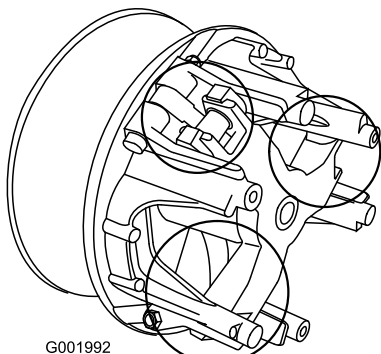

図 57
5. 図 57 でで○で囲んで表示している部分の可動部に Toro ドライ潤滑剤 (Toro 代理店で購入可能) をスプレーする。